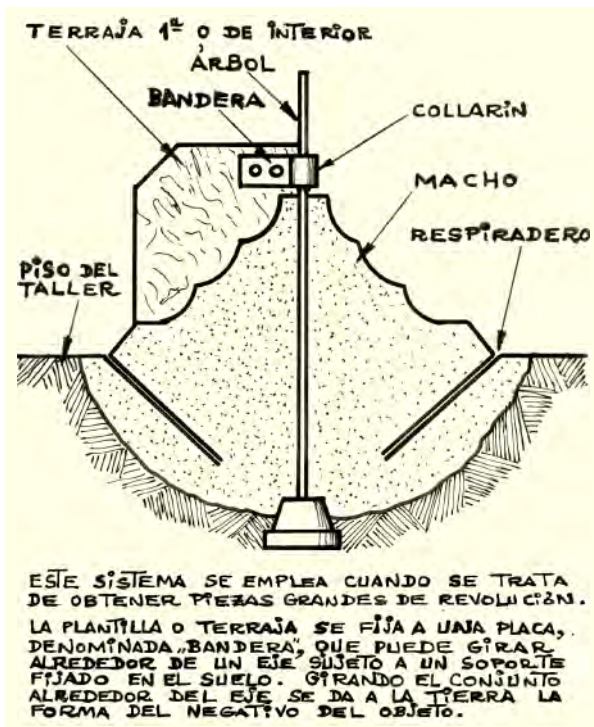

Figura 33.
Fase (1). Una vez excavado y enfoscado el foso, con la rangua colocada sobre el punto, afirmada y aplomada, se implanta el árbol de terraja y se ataca arena de moldeo hasta llenar el foso y complementar con más arena el volumen de lo que sería el macho en un moldeo convencional. Se coloca la plantilla, perfilada según el contorno interno de la pieza, se aterraja el macho y se espera el tiempo de fraguado (Figura 33), con lo que se ha completado la Fase (1).